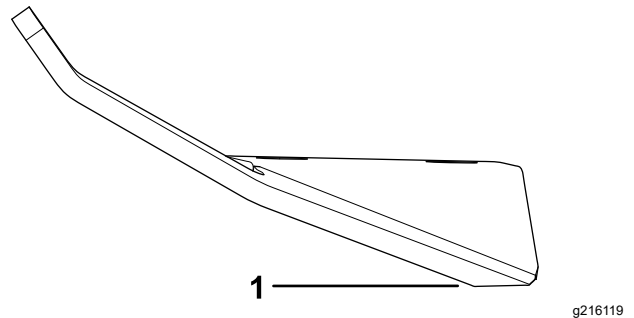

Figura 108
1. Folosește o pilă sau o unealtă de ascuțire pentru a ascuți marginea de tăiere la ambele capete ale ansamblului lamei (Figura 108).
Notă: Dacă ansamblul lamei nu este echilibrat, pili capătul mai greu al lamei, doar în zona suprafeței velice (Figura 108).